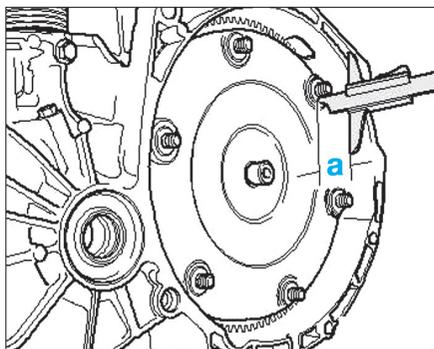

Fig. 12
- Mesurer à l'aide d'un calibre, la profondeur entre le flasque de la boîte de vitesses et la surface de contact des goujons (Fig.12).